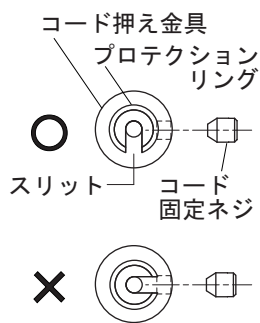

図11
- ・コードストッパーをコード押え金具から100mm離れた位置に取り付けてください。(図11参照)